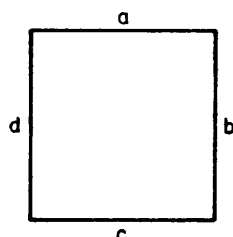

Fig. 6
- a) Tiene los cuatro lados iguales (figs. 6 y 7).